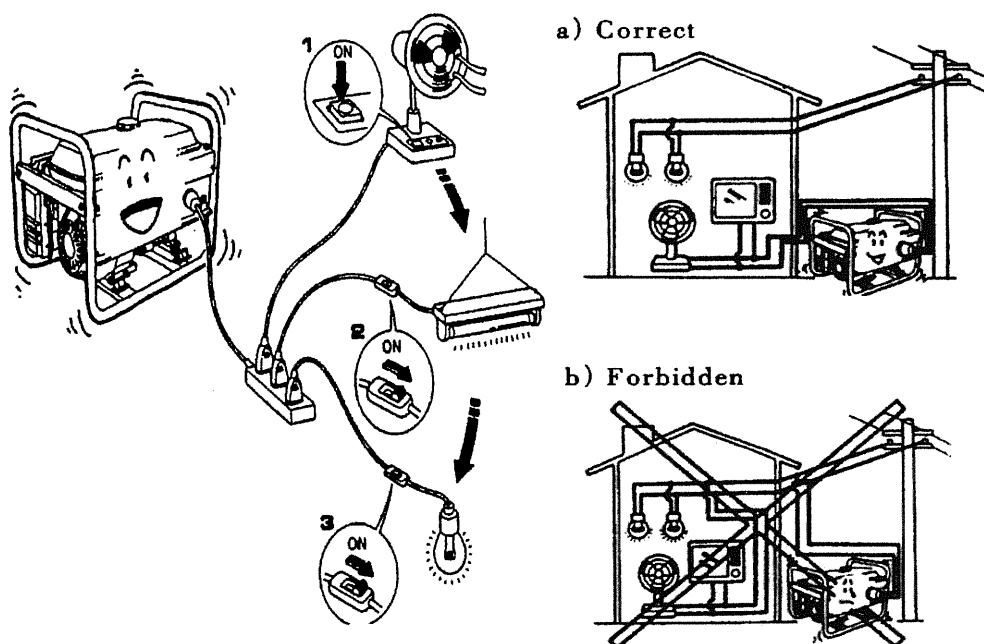

Fig. 28
- Si hay dos o más cargas necesitando potencia del generador, Asegúrate conectarlos uno por uno empezando por el de corriente más alta, seguido por el Segundo así hasta el más bajo. (Figure 28)